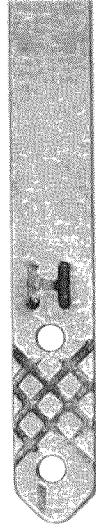

Figura 50 – Control del nivel de aceite
- Nivel de aceite aceptable: se puede ver el aceite sobre las rayas que hay entre las líneas H (alto) y L (bajo) del tapón de llenado/la varilla de medición del aceite (Ver Figura 50).
- Nivel de aceite bajo: el aceite está por debajo de la línea L (bajo) del tapón de llenado/la varilla de medición del aceite (Ver Figura 50).